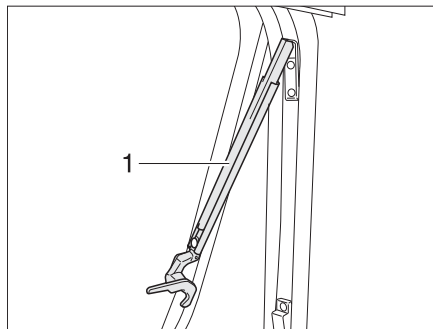

Bild 71 Överkantshängt fönster med automatik-spärrar, öppet
- Öppna det överkantshängda fönstret till önskat läge. Automatik-spärren (Bild 71,1) hakar fast automatiskt.